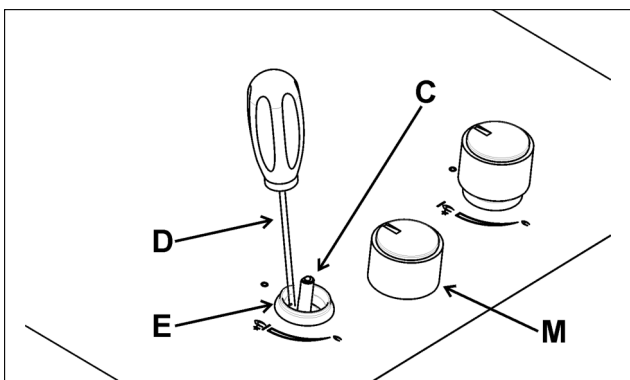
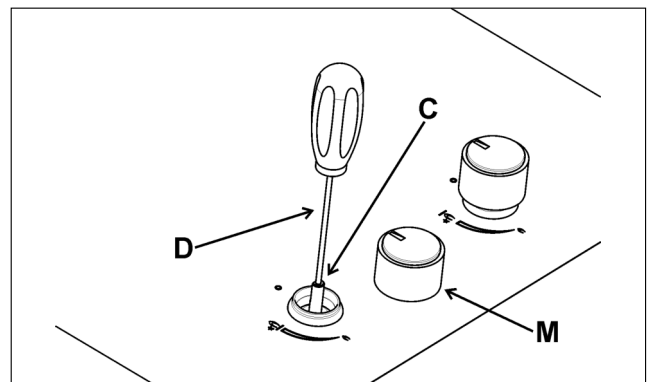

Abb. 12
Abb. 13
- Entfernen Sie den Knopf „M“ (Abb. 12 und 13) des Hahns, der einfach auf seine Stange gedrückt wird. Die Umgehung für die Minimalmengenregulierung kann wie folgt sein: neben dem Hahn (Abb. 12) oder innerhalb des Schachts. In jedem Fall kann der Zugang zur Einstellung durch Einführen eines kleinen Schraubendrehers "D" neben dem Hahn (Abb. 12) oder in das Loch "C" im Schaft des Hahns (Abb. 13) erfolgen. Drehen Sie die Drosselschraube nach rechts oder links, bis die Brennerflamme richtig auf die Position „Reduzierte Menge“ eingestellt ist.
**Um die kleine Flamme des „DUAL“-Brenners einzustellen, muss zuerst die Hülse „E“ entfernt werden (Abb. 12).**